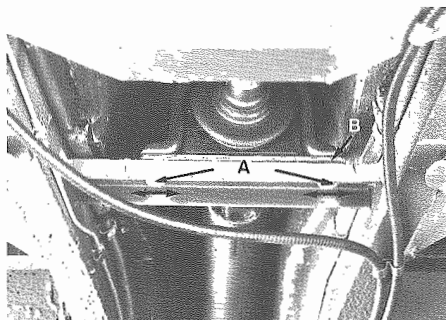
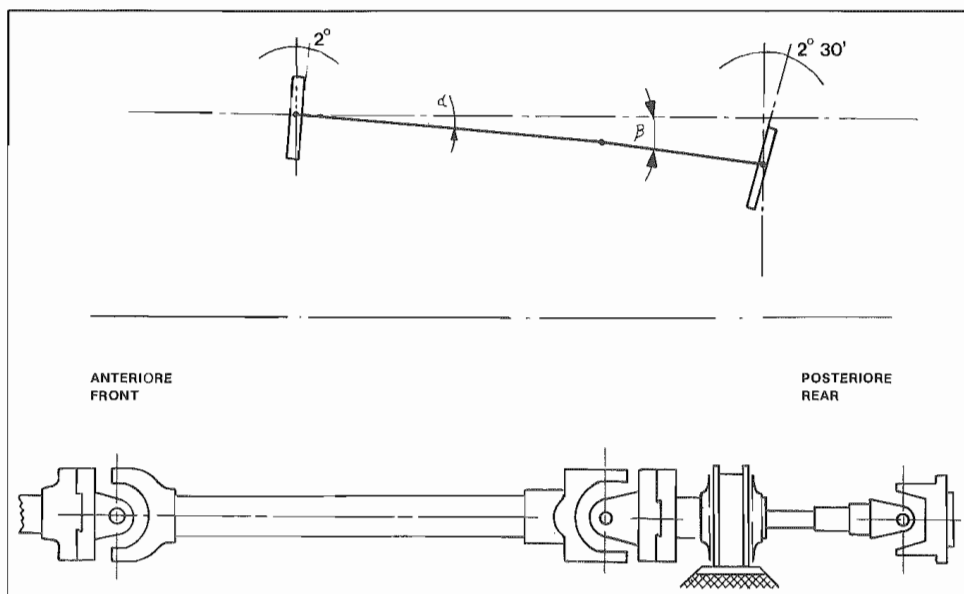

Fig. 2 - A - Viti fissaggio supporto albero al telaio
Fig. 8 - Controllo degli angoli α e β
- Allentare le viti di fissaggio supporto albero (**Fig. 2**).
- Loosen screws fixing shaft support (**Fig. 2**).
- Controllare gli angoli α e β di **Fig. 8**: se maggiori dei valori dati interporre spessori tra supporto centrale e telaio (**Fig. 2**).
- Check angles α and β of **Fig. 8**: if greater than the given values place spacers between central support and frame (**Fig. 2**).
- Da effettuare come in **Fig. 9** con l'attrezzo n. 4. Allineare l'albero spostando il supporto centrale sulle asole di fissaggio al telaio (**Fig. 2**).
NOTA - Dopo avere bloccato le viti del supporto centrale (**Fig. 2**) controllare che lo stesso sia centrato rispetto al cuscinetto (**Fig. 8**).
NOTE - Once the central support screws (**Fig. 2**) have been locked, verify the this is centered with regard to the bearing (**Fig. 8**).